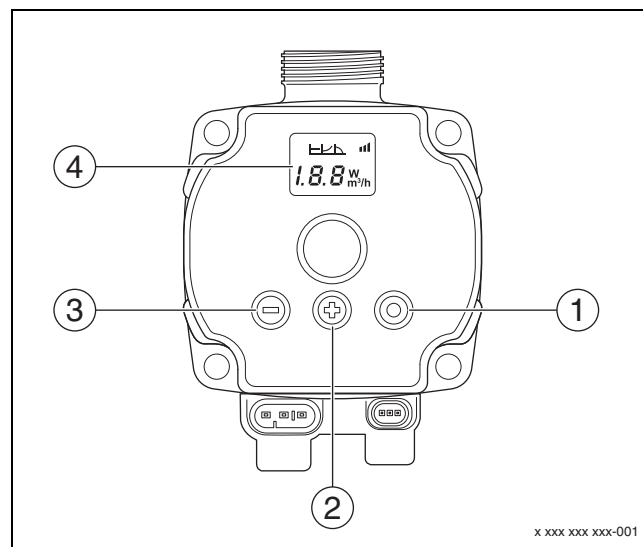

Fig. 7 Impostazioni pompa Calio SI 25-80 HP PWM
- ▶ Premere l'interruttore (→ fig. 7 [1]) per attivare il display (→ fig. 7 [4]) dalla modalità di attesa.
3. Per impostare il valore nominale, premere l'interruttore (+) o (-) (→ fig. 7 [2] e [3]) finché ON. Appare il segnale analogico 0-10 V.
4. Per accettare il valore nominale impostato, premere l'interruttore (→ fig. 7 [1]).